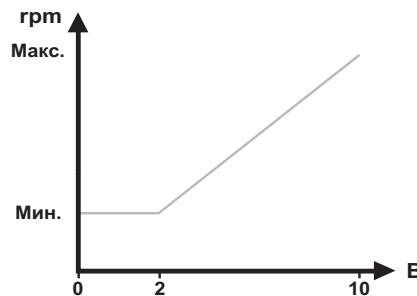

Рис. 61 Зависимость скорости насоса от установлененного значения сигнала 0–10 В
1) Когда насос находится под управлением внешнего сигнала 0–10 В, его рабочее состояние изменяется на основе диапазона уровней входного сигнала. График зависимости скорости насоса от установленного значения сигнала 0–10 В приведен на рис. 61